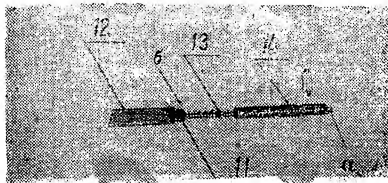
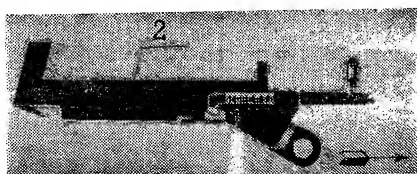

Рис. 4.
Рис. 9
Для того, чтобы вынуть из корпуса средней бранши (2) (см. Рис. 9) подаватель скрепок, необходимо затвор подавателя (14) (см. Рис. 4) вытянуть в направлении, указанном стрелкой.
Чтобы разобрать подаватель скрепок (см. Рис. 4) на составные части необходимо затвор подавателя (14) повернуть относительно корпуса подавателя (11) до совмещения втулки затвора со штифтом в корпусе подавателя и снять затвор. Затем снимают цилиндрическую пружину (13).
На стержень корпуса подавателя (11) (см. Рис. 4) одевают или навинчивают пружину (13) до соприкосновения первого витка с торцом корпуса, подавателя. Затем
Собранный подаватель (Рис. 4) вставляют в отверстие средней бранши, так, чтобы штифт (б), запрессованный в корпус подавателя, вошел в прорезь средней бранши и продвигают до соприкосновения затвора с корпусом бранши, после чего затвор поворачивают относительно корпуса средней бранши и заводят в боковой паз ее, но не продвигают вдоль паза.